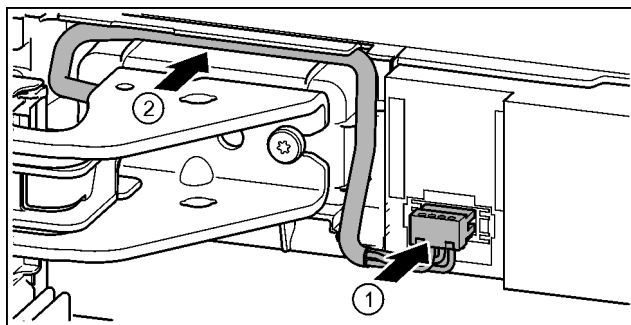

Fig. 37
- ▶ Zaklapněte zástrčku nad horním stojanem ložiska a kabelové prameny opatrně vložte do kanálu. *Fig. 37 (1)*
- ▶ Šedý kabel opatrně položte ve vedení nad horním stojanem ložiska. *Fig. 37 (2)*